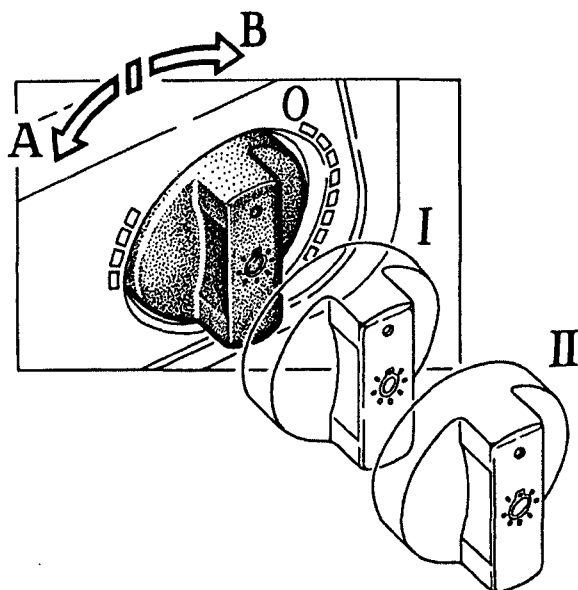

Рис. 7. Положения ручки центрального переключателя света
- световая сигнализация дальним светом фар (если ручка центрального переключателя света находятся в положении 0 или I, см. рис. 7),
Центральный переключатель света 5 (см. рис. 5) имеет три положения рукоятки: 0 - выключено, I - включен габаритный свет в фарах и задних фонарях, освещение регистрационного номера, освещение багажника, освещение приборов и прикуривателя, II - включен габаритный свет, освещение регистрационного номера, освещение багажника и ближний или дальний свет фар (см. рис. 7).
1. Включить центральный переключатель света 5 (см. рис. 5) в положение I (см. рис. 7) при этом должны включаться: